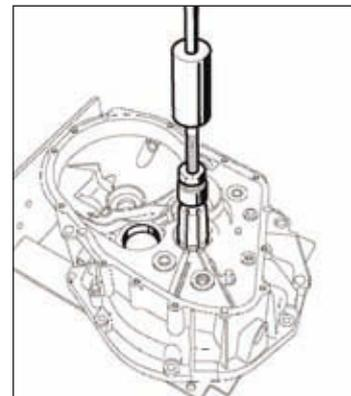

FIG.44
- Déposer les cuvettes de roulement à l'aide d'un extracteur à inertie de diamètre 42 mm (Fig.44).